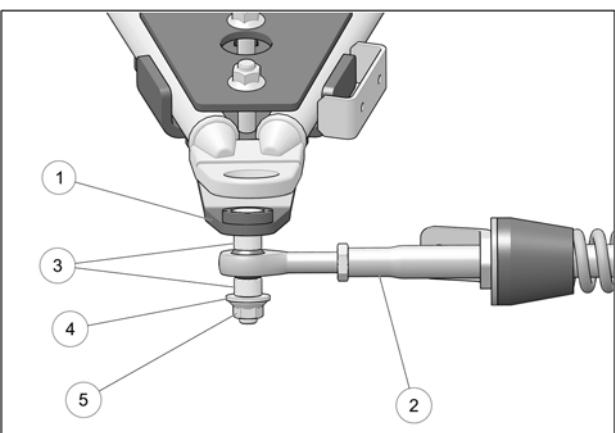

Fig. 19
8. Attach the stabilizing rod (**2**) to the anchor bracket (**1**), using the two spacer bushings (**3**), flat washer (**4**) and nut (**5**). Torque to 70 N·m [52 lb·ft]. Refer to Fig. 19
8. Fixer le bras stabilisateur (2) au boulon déjà installé sur l'ancrage de suspension (**1**) à l'aide des deux espaces ronds (**3**), de la rondelle (**4**) et de l'écrou autobloquant (**5**). Serrer à un couple de 70 N·m [52 lb·pi]. Voir la Fig. 19